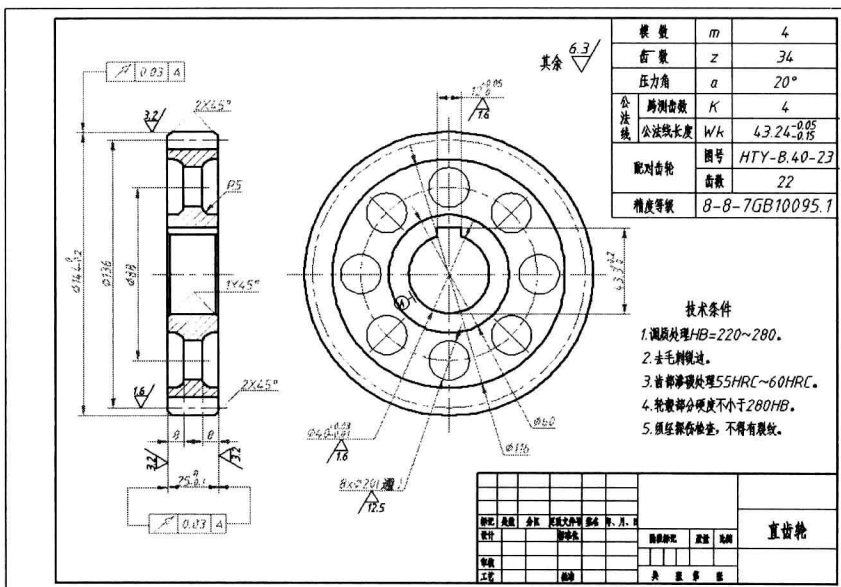

图 1-11 齿轮零件技术要求与标题栏
- 技术要求与标题栏。所谓技术要求就是用于表示或者说明零件在加工、检验过程中所需的要求, 例如零件粗糙度、尺寸误差等。而标题栏则是用于填写零件名称、材料、比例、图号、单位名称及设计、审核、批准等有关人员的签字等。每一张图纸都应该有标题栏, 标题栏的方向一般为看图的方向。齿轮零件图的技术要求和标题栏等, 如图 1-11 所示。